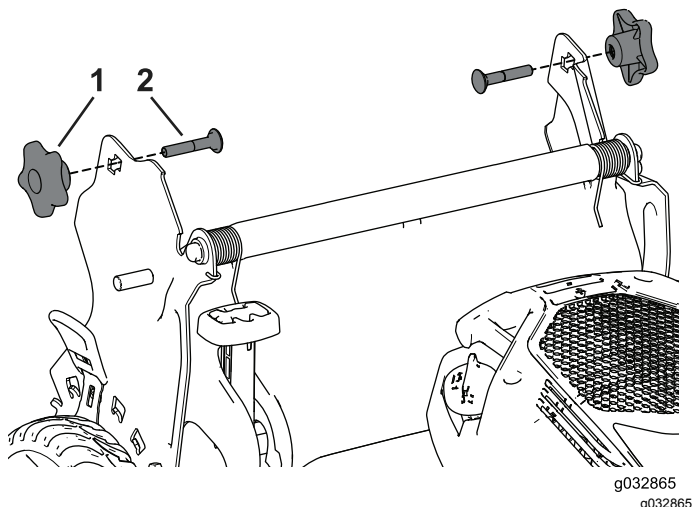

Figure 3
1. Retirez les 2 boutons de guidon et les 2 boulons de carrosserie des supports du guidon (Figure 3) et conservez-les.